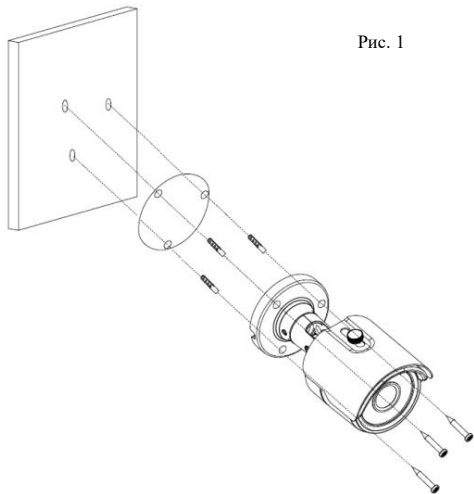

Рис. 1
6. Просверлите три отверстия в соответствии с монтажным шаблоном, затем при помощи шурупов и дюбелей закрепите камеру в подготовленные отверстия (рис.1).